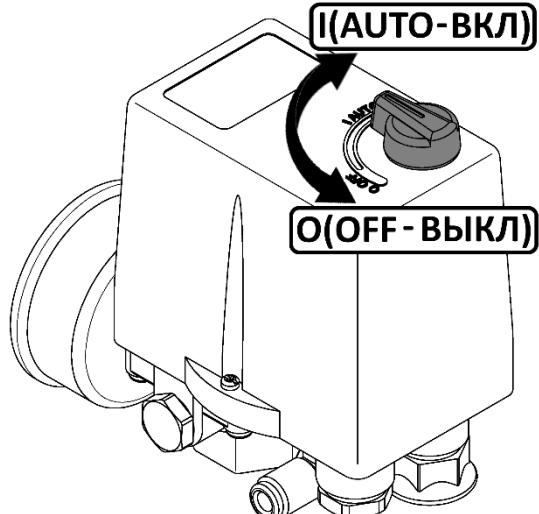

Рисунок 3
- Проверьте, чтобы выключатель на прессостате находился в выключенном положении "OFF" (см. рисунок 3).
- Выключить компрессор выключателем на прессостате. Для этого необходимо переключить выключатель в положение "OFF" или "O", в зависимости от исполнения (см. рисунок 3). После этого остановится электродвигатель и произойдет сброс давления из нагнетательного воздухопровода и поршневого блока.